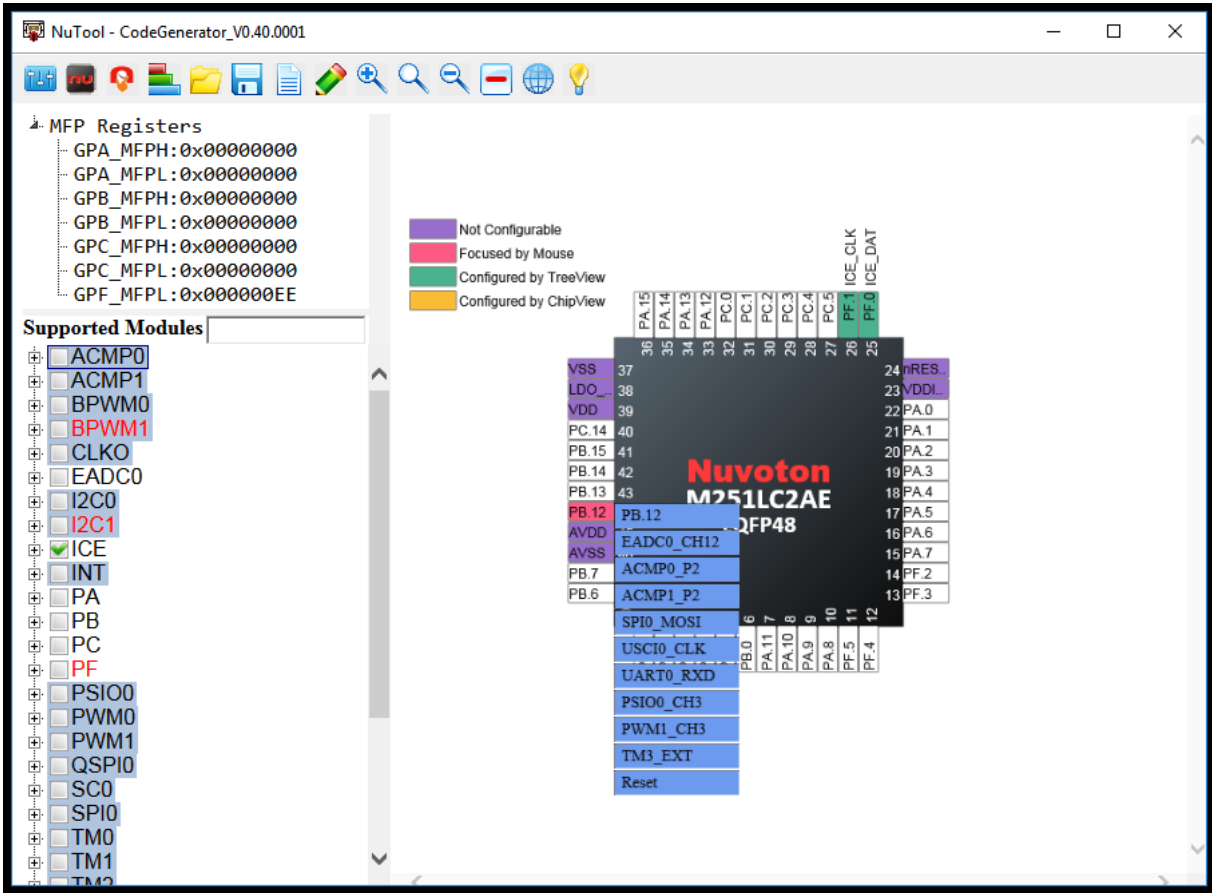

图 4-10 多功能管脚的选项
1. 将鼠标移动到预期的管脚上，并点击鼠标左键。接着在管脚附近将显示出多功能管脚的选项(参照图 4-10)。